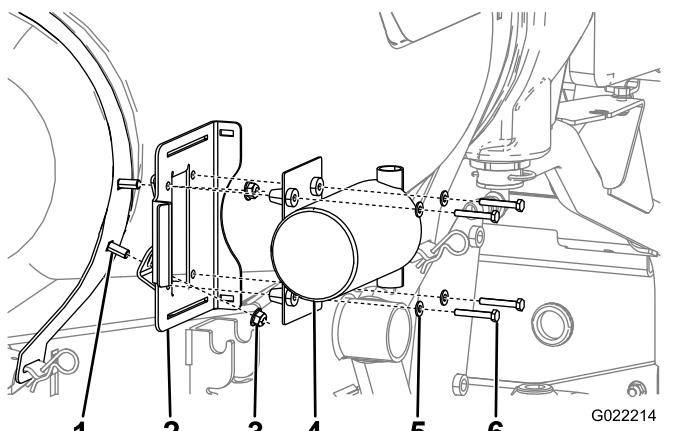

図 8
- 先ほどとりつけたキャリッジボルトに、すすぎポンプ取り付けブラケットを取り付けるフランジナット2個を使用する図8。
6. ポンプをフレームに固定するボルト4本、小さいワッシャ4枚を使用する図8。